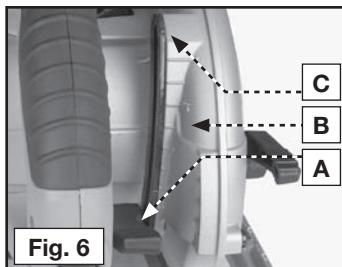

Fig. 6
- Alce el tope (la palanca ajustadora) de profundidad (A) Fig. 6 en la parte trasera de la sierra.
- TOME NOTA:** El protector superior (B) Fig. 6 está graduado en incrementos de $1/4"$ para facilitar la fijación de la profundidad del corte. Alinee la marca de profundidad (C) Fig. 6 con la marca graduada de profundidad deseada en el protector.